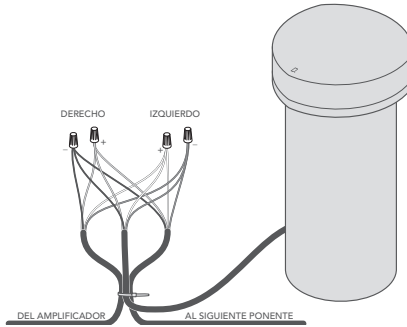

Figura 9
- Al igual que con la instalación del altavoz satélite, cree un bucle de aproximadamente 10 pulgadas de longitud, tirando del cable desde el lado de la bobina. Deje entre 14 y 16 pulgadas de cable sobrante para que el cable no se retuerza ni se tense al cubrirlo con tierra en la zanja. Utilice una brida de alambre para sujetar el lazo del cable en su lugar y proporcionar alivio de tensión (ver figura 9).